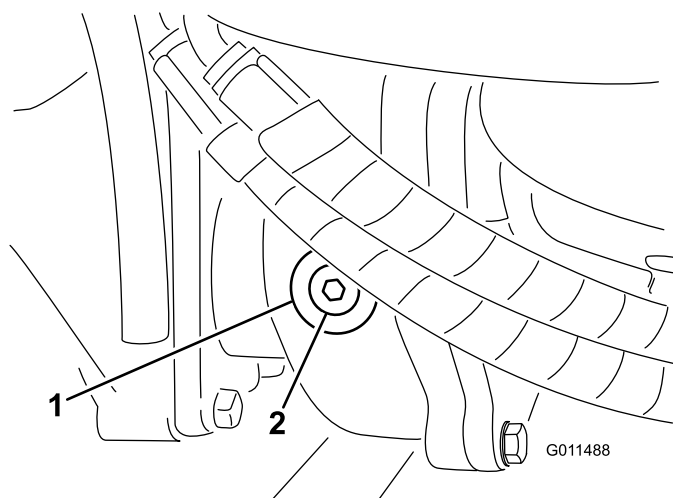

Figura 18
2. Retire el tapón de verificación/llenado del lado izquierdo de la caja de engranajes y asegúrese de que el lubricante llega al borde inferior del orificio (Figura 18).